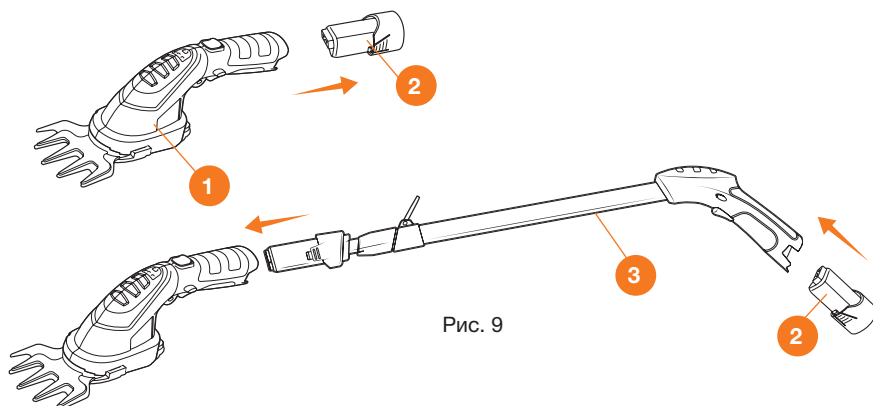

Рис. 9
- Установите аккумуляторную батарею **2** в удлинительную рукоятку **3**. Помните, что при установке рукоятки клавиши включения и отключения двигателя на изделии блокируются, используйте клавиши на рукоятке телескопического удлинителя (Рис. 9).